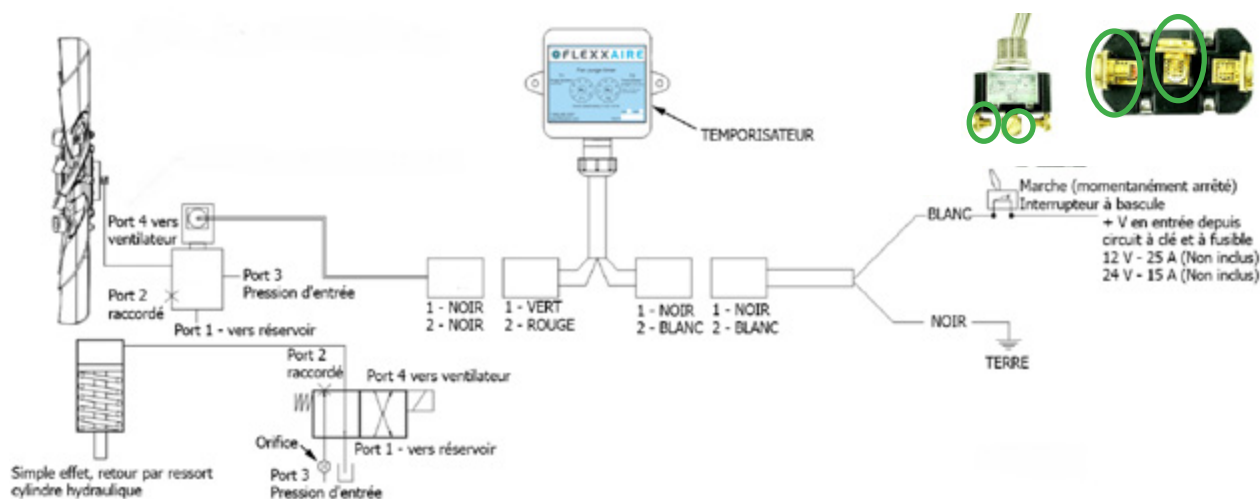

Figure 1
Veillez consulter la figure 1 ci-dessous.
1. Montez l'électrovanne à un endroit approprié de l'application. Si une plaque d'écartement est fournie avec le kit de commande, montez la plaque entre la vanne et la surface de montage selon les besoins. Assurez-vous que l'orifice se trouve dans le port 3. Voir la figure 1.
Les corps des vannes de régulation Flexxaire utilisés sur les systèmes à 2 positions (sauf FlexxTempo) comprennent un orifice pour contrôler la vitesse à laquelle les pales changent de pas. Consultez la figure 1 à la page 6-2 pour des informations concernant l'emplacement spécifique de l'orifice.